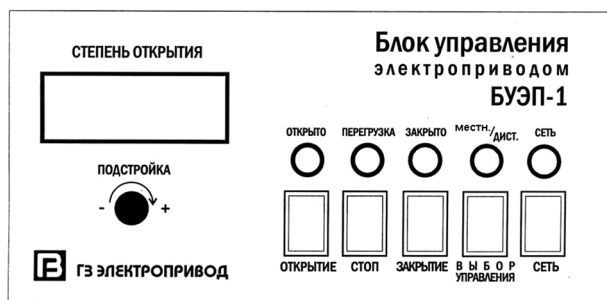

Рис. 2 Лицевая панель блока БУЭП, БУЭП(У)
4. Необходимо надежное защитное заземление клеммы ⊥ (рис. 2)